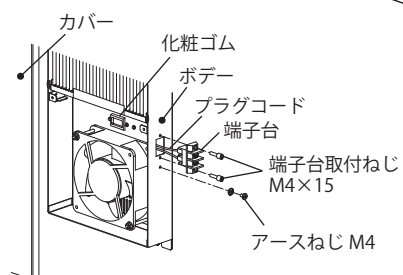

図6 電源端子台の位置変更①
3. 端子台取付ねじ M4×15 (2カ所)、アースねじ M4 (1カ所) をゆるめて、端子台、アースねじを取外してください。また、端子台からプラグコードを取外してください。(図6)